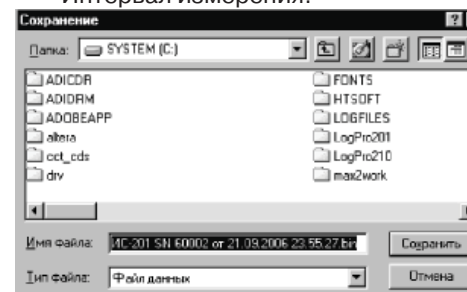

рис. 15
- Сохранение - сохранения блока в файл. Для этого требуется подвести курсор мыши к строке, соответствующей требуемому блоку и щелкнуть по нему левой кнопкой мыши. В появившемся окне (рис. 15) указать путь для сохранения файла и нажать на кнопку «Сохранить». В нижней части окна «Блоки данных» появится индикатор чтения. Процесс чтения блока может длиться до 4 минут в зависимости от его размера. Когда все данные будут переданы из прибора - программа выведет в правой колонке таблицы отметку о сохранении файла «+».